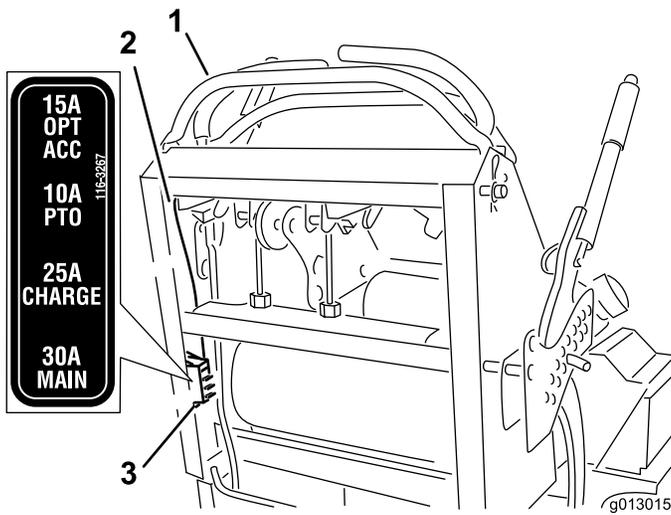

図 55
- ヒューズを引き出して外し、あるいは交換する (図 55)。